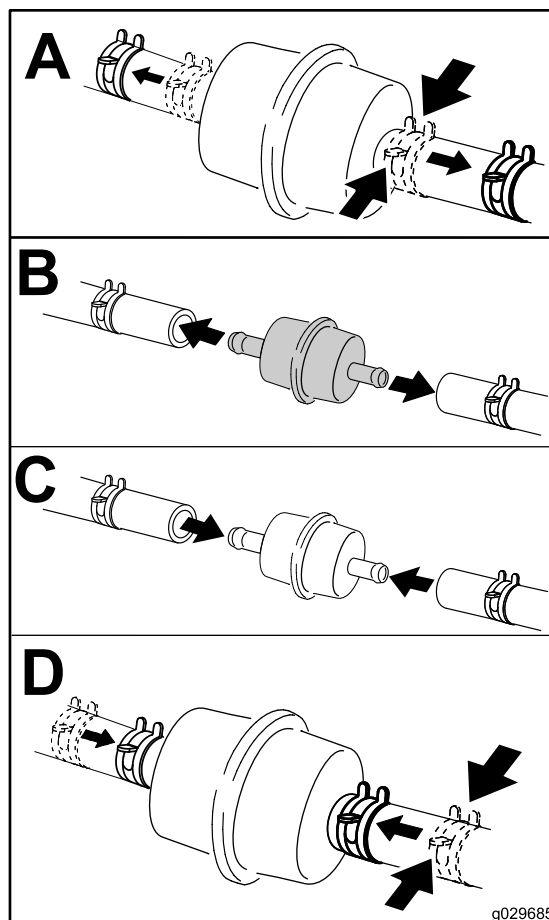

Figure 53
4. Remplacez le filtre à carburant (Figure 53).